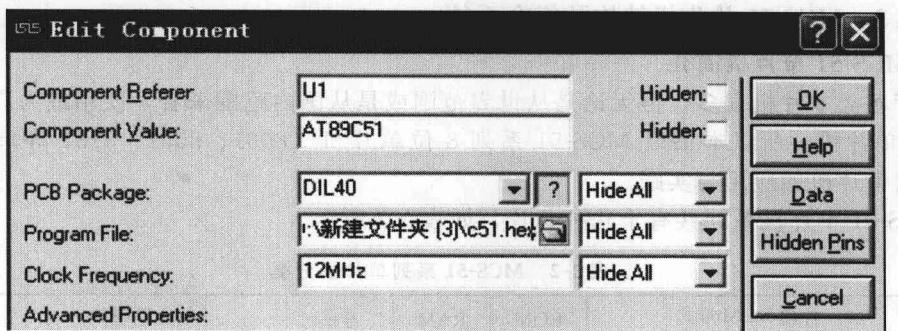

图 1-18 CPU 参数设置图
③ 元件编辑。在元件上单击右键选中元件，单击并按住左键将拖动元件移动；选择C、D工具将调整元件放置方向；单击左键将弹出元件参数设置对话框，在对话框中进行参数和序号设置等。如图 1-18 所示为 CPU 参数设置图。其中，Program File 栏为添加 .HEX 文件项，点击图标进入保存 .hex 文件的文件夹，打开 .hex 文件（如 c51.hex）进行添加。